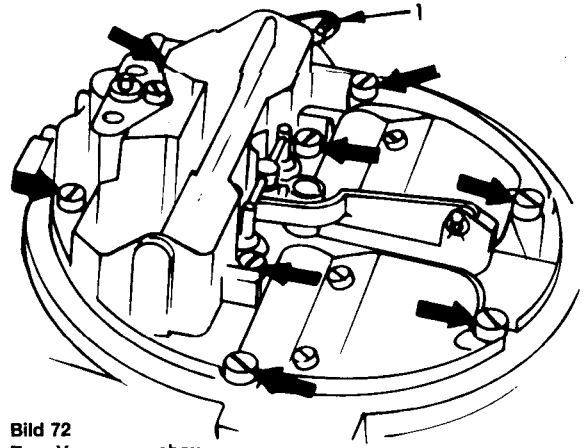

Bild 72
- Sicherungsfeder («1» in Bild 72).
- Die acht Zylinderschrauben (Pfeile in Bild 72) vom Vergaserdeckel abschrauben und den Vergaserdeckel mit einem Schraubenzieher an der vorgesehenen Abdrückstelle abdrücken und abnehmen.